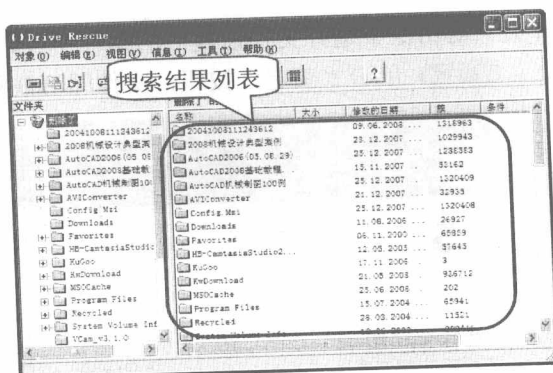

图 11-19 扫描信息
步骤④ 单击“确定”按钮，程序扫描完毕会在右侧显示搜索到的文件，如图 11-19 所示。